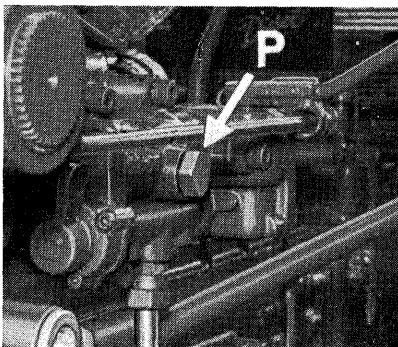

Fig. 31.
1. Skru den i fig. 31 viste prop for udtag til fremmed arbejds cylinder ud og monter i stedet den til værktøjssættet hørende aftapningsprop med slange. Start traktoren og lad motoren køre så langsomt som muligt. Sæt hydraulikhåndtaget i sænkestilling og tryk hydraulikarmene helt ned. Derved trykkes olie ud af løftecylinderen. Mens hydraulikarmene holdes nede i sænket stilling, sættes manøvrehåndtaget i løftestilling. Hold det her, indtil olien er hørt op med at løbe ud af aftapningsslangen. Motoren skal derpå omgående standses, idet hydraulikpumpen ikke tåler at køre uden olie. Monter derefter igen proppen for udtag til fremmed arbejds cylinder.